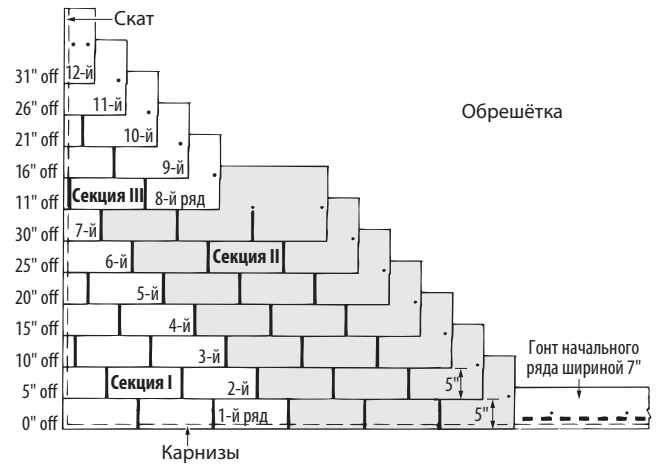

Рис. 13-9. Метод укладки с отрезанием по пять дюймов и монтажом с уступом по диагонали.
1. В начале «Секции I» уложите целый гонт в левом нижнем углу крыши. Язычки гонта должны быть размещены вровень с гонтом начального ряда, и каждый гонт должен быть закреплён четырьмя гвоздями (Рис. 13-9).
ГОНТЫ «СЕКЦИИ II»: Все гонты «Секции II» оставляются целыми. Эти гонты будут уложены встык с гонтами «Секции I», с которой начинаются ряды с первого по седьмой. Закрепите все гонты обычным образом (Рис. 13-9).
1. Начните укладку «Секции III» в восьмом ряду с гонта, который был обрезан с левого края на 28 см. Уложите кусок шириной 63,5 см над гонтами седьмого ряда, расположив его вровень с левым краем гонта седьмого ряда и оставив гонт седьмого ряда открытым на 12,7 см. Закрепите гонт в двух стандартных местах, а также на расстоянии 3,2 см внутри от левого края (Рис. 13-9).
- Последующие четыре ряда, до двенадцатого ряда включительно, должны начинаться с гонта, который на 12,7 см короче, чем первый гонт предыдущего ряда. Таким образом, первый гонт девятого, десятого, одиннадцатого и двенадцатого рядов будут иметь длину 50,8 см, 38,1 см, 25,4 см и 12,7 см, соответственно. Если у вас возникли затруднения, обратитесь к схеме на Рис. 13-9. Обратите внимание, что открытый участок гонта в каждом ряду должен составлять 12,7 см. Закрепите гонт в стандартных местах и на расстоянии 3,2 см от каждого края. Уложите ряды по всей длине крыши с помощью целых гонтов.